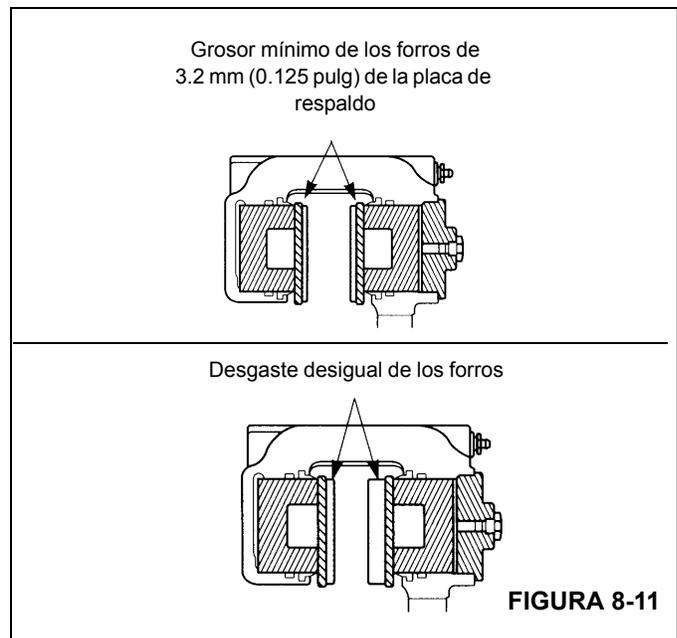

FIGURA 8-11
- Desgaste de forros: Reemplace los forros cuando su grosor mida menos de 3.2 mm (0.125 pulg) medido desde la placa de respaldo (Figura 8-11).
- Desgaste no uniforme de forros: Reemplace los forros si el grosor de los dos forros es significativamente desigual. Verifique que los émbolos funcionen correctamente. Reemplace el émbolo y/o la caja si uno de los émbolos se desvía dentro de su cavidad. Compruebe que la superficie del disco esté plana y paralela respecto a los forros (Figura 8-11).